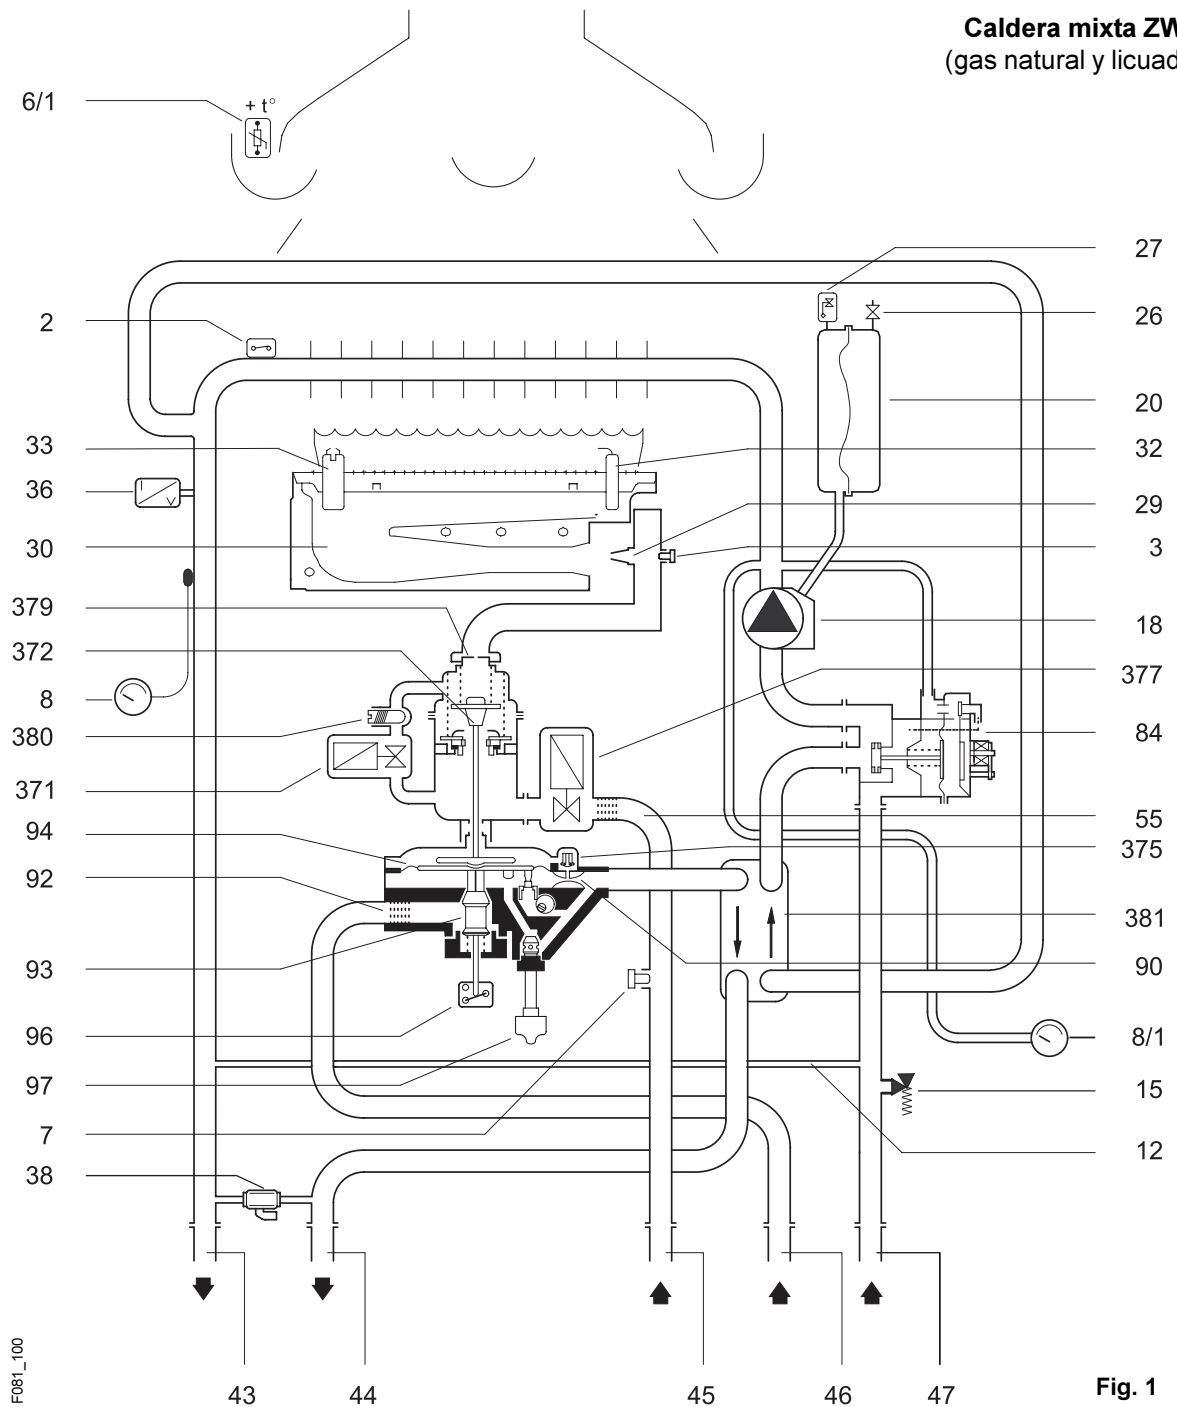

Fig. 1
Cuando ponemos el aparato en servicio de calefacción, la bomba de circulación (pos. 18, fig. 1) se pone en funcionamiento; también se abre la válvula de gas para calefacción (pos. 377, fig. 1). La válvula de tres vías (pos. 84, fig. 1) recibe tensión y se conmuta a servicio de calefacción (pos. 47, fig. 1). La válvula de seguridad (pos. 377, fig. 1) se abre un poco, liberando una cantidad reducida de gas para el encendido. Al mismo tiempo, la electrónica recibe una señal e inicia el proceso de encendido:
En los dos electrodos de encendido (pos. 33, fig. 1), se produce una chispa de alta tensión que enciende la mezcla de gas y aire. Un electrodo de ionización asume el control de la llama (pos. 32, fig. 1). Tan pronto como la válvula de seguridad (pos. 377, fig. 1) se ha abierto por completo (es decir, 20 segundos después, como más tarde), el quemador comienza a funcionar a plena potencia con la cantidad de gas principal.
Si se abre el grifo de agua sanitaria, se abrirá la válvula de gas regulada hidráulicamente y el microinterruptor (pos. 96, fig. 1) cierra, transmitiendo así un señal a la electrónica. La válvula de gas para calefacción (pos. 371, fig. 1) permanece cerrada. Como la válvula de tres vías (pos. 84, fig. 1) se encuentra sin tensión, el circuito de calefacción (pos. 47, fig. 1) estará cerrado, funcionando la caldera a través de circuito interno.